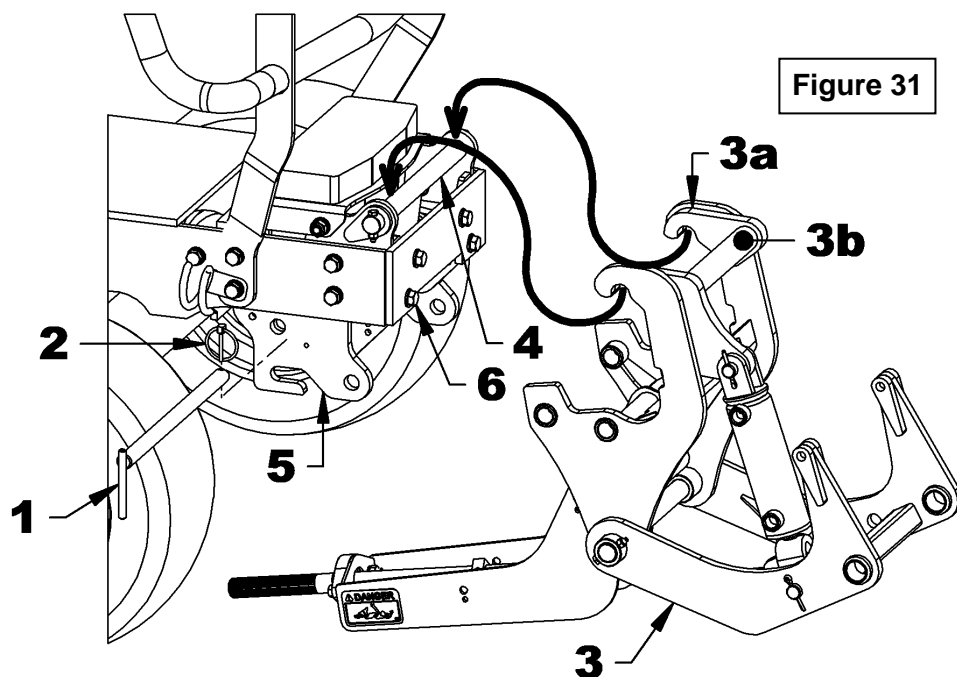

Figure 31
2. **Figure 31 :** Retirer la goupille à anneau 3/16" (item 2) et la goupille en "L" \varnothing 13/16" x 14 1/8" lg (item 1) du sous-châssis et soulever le sous-châssis par le tube supérieur (item 3b) pour l'accrocher sur la fixation avant du tracteur.
3. **Figure 31 :** Fixer le sous-châssis à la fixation avant avec la goupille en "L" \varnothing 13/16" x 14 1/8" lg (item 1) et la goupille à anneau \varnothing 3/16" (item 2).